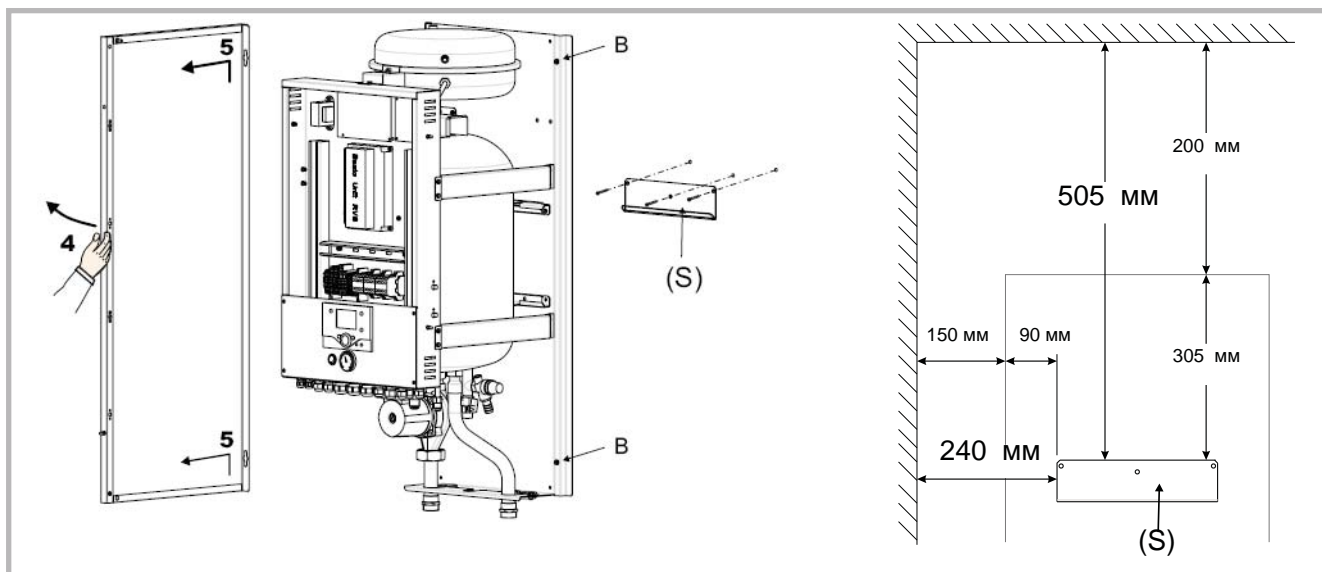

Рис. 17 – отсоединение боковых панелей и монтаж кронштейна (S)
- 4.5: отсоедините боковые панели (4 винта В, рис. 17).